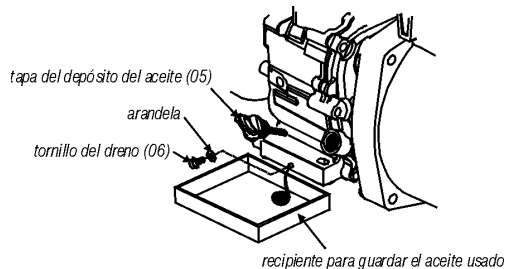

Fig. 31 – Cambio de aceite
- d. Retire la tapa de drenaje del cárter (fig. 31);